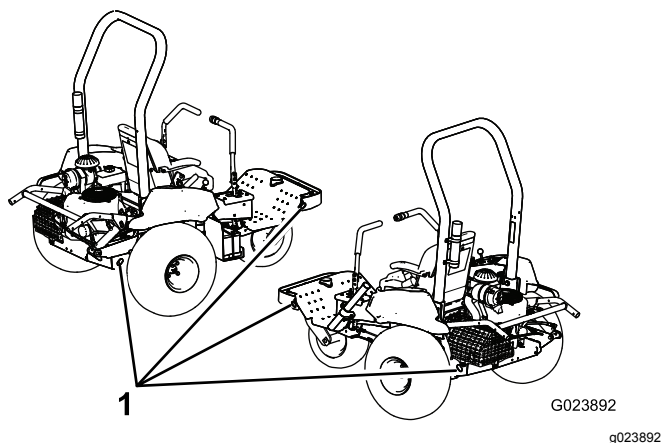

Figura 30
5. Utilizzate i punti di ancoraggio sulla macchina (Figura 30) per fissare saldamente la macchina al veicolo di trasporto con cinghie, catene, cavi o corde.